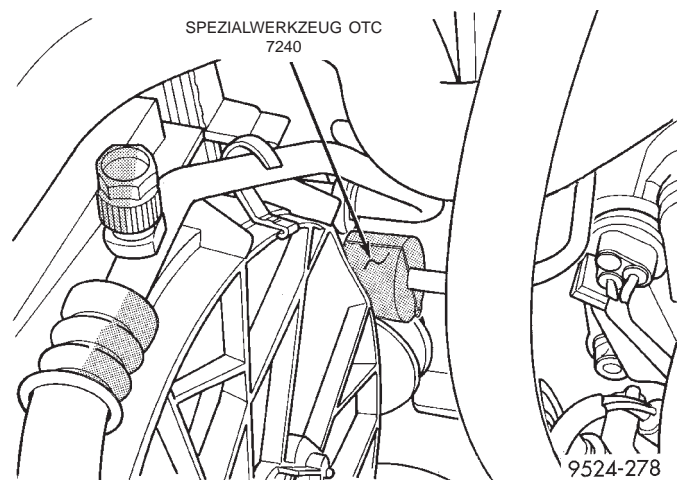
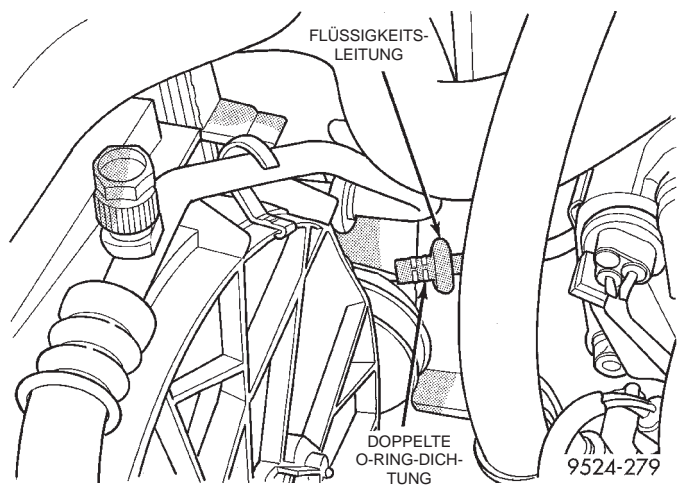

Abb. 62 Spezialwerkzeug 7240 zum Lösen der Schnelltrennkupplung verwenden
Abb. 63 Flüssigkeitsleitung am Kondensator
- (3) Schnelltrennkupplung am Kondensator mit Spezialwerkzeug 7193 abbauen (Abb. 62) und Flüssigkeitsleitung vom Kondensator abbauen (Abb. 63).